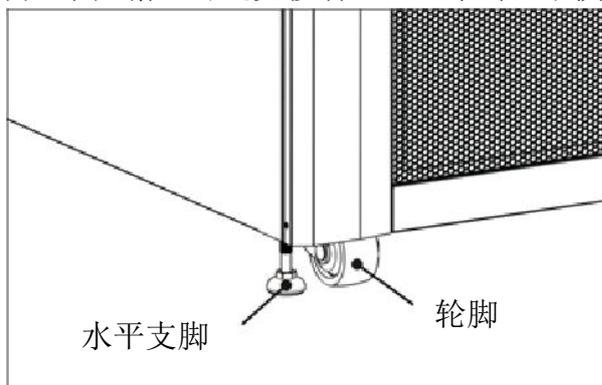

图 2-6
5. 机台底部 4 个脚轮用于短距离移动 UPS 到指定位置。在移动前，请务必以逆时针旋转底部 4 个水平支脚，使其上升离开地面。藉此可避免移动 UPS 过程中，不慎损伤水平支脚。参阅图 2-6。